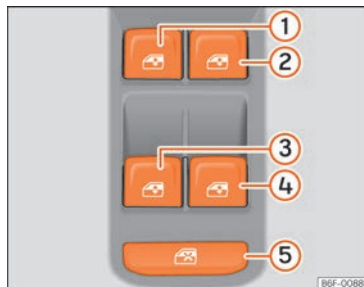

Fig. 147 Detalle de la puerta del conductor: mandos para las ventanillas.
»» **fig. 147** de la puerta del conductor puede desactivar las teclas de los elevalunas de las puertas traseras.
Las teclas » fig. 147 ①, ②, ③ y ④ tienen dos posiciones para la apertura de las ventanillas y otras dos para el cierre. De este modo es más fácil controlar las operaciones de apertura y cierre.